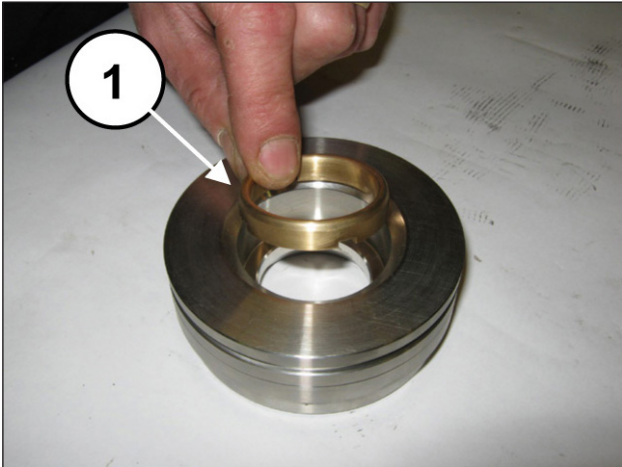
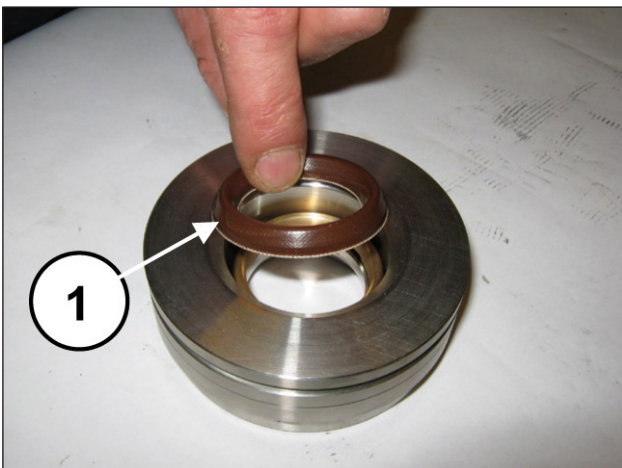
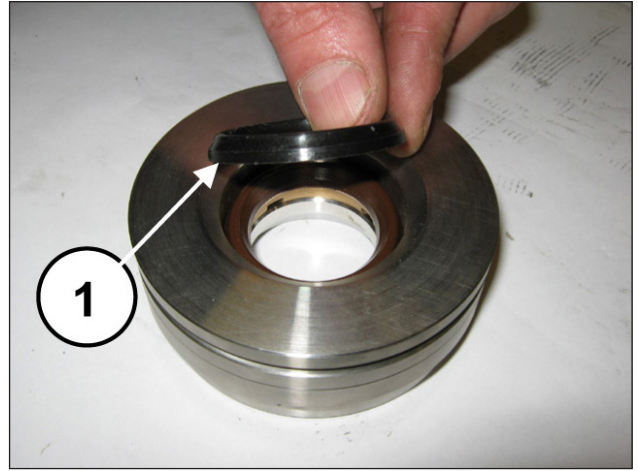

Fig. 176
Fig. 177
Fig. 178
Monter l'anneau de tête (rep. ①, Fig. 176), le joint de haute pression (rep. ①, Fig. 177) et l'anneau restop (rep. ①, Fig. 178).